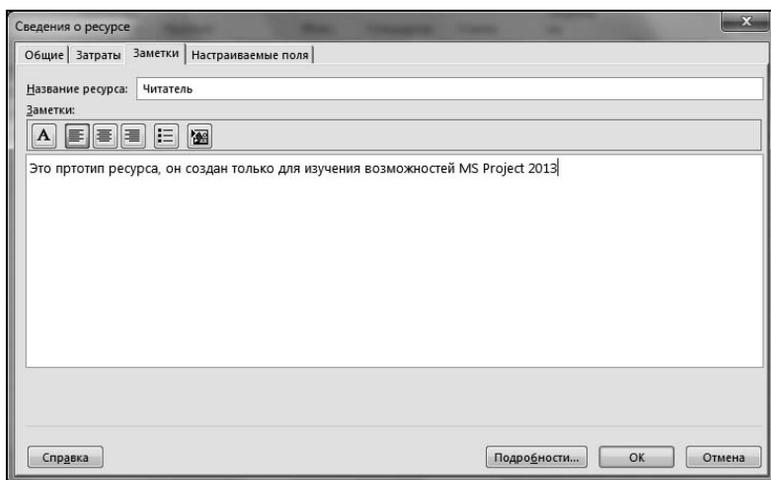

Рис. 4.56. Окно **Сведения о ресурсе**, вкладка **Заметки**
6. Выбор вкладки **Заметки** (рис. 4.56) позволяет ввести или отредактировать комментарии произвольной формы.